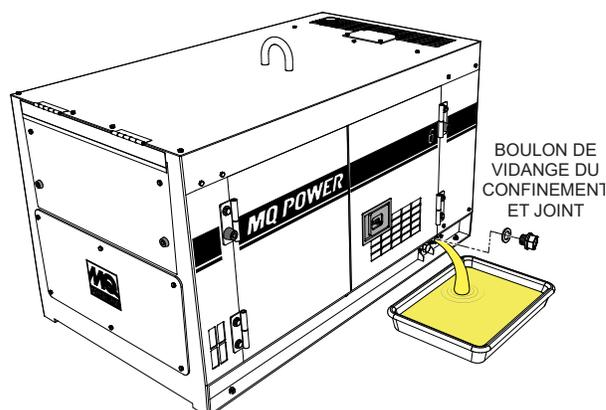

Figure 33. Boulon de vidange de liquide de refroidissement
2. Retirez le boulon de vidange du liquide de refroidissement et le joint torique (Figure 33), laissez ensuite le liquide de refroidissement s'écouler dans un récipient approprié.